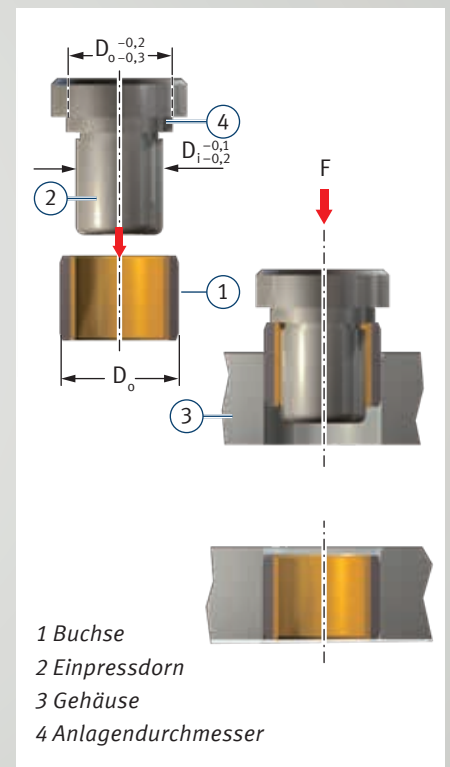

Abb. 52: Versenkt einpressen $D_o \geq 55 \text{ mm}$
- versenktes Einpressen mit Dorn ohne Hilfsring gemäß Abb. 52.